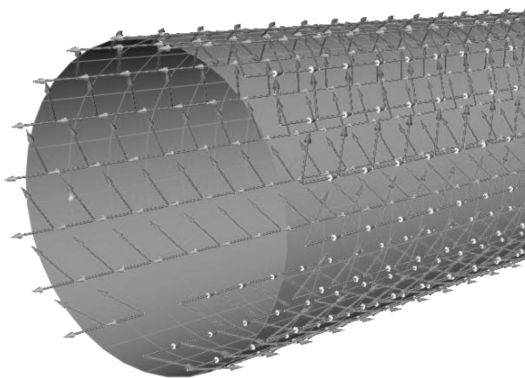

图 7-37 铺层显示
(6) 在工具栏中单击数据更新。
(7) 单击铺层显示工具，查看铺层信息，如图 7-37 所示。